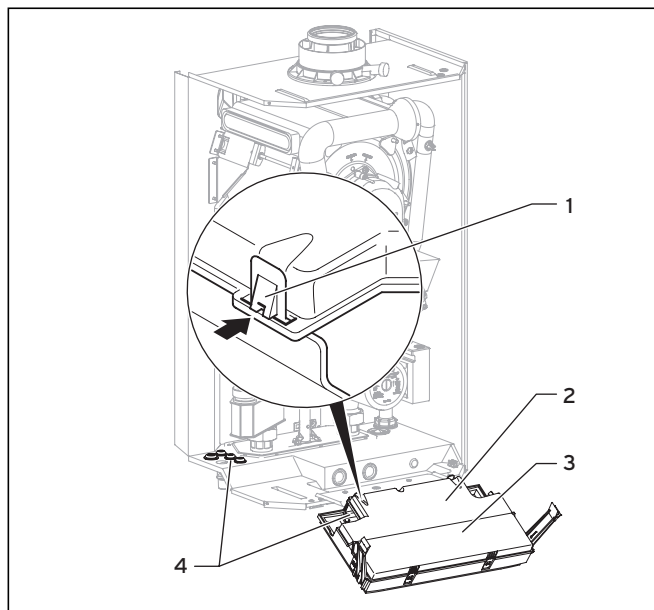

Fig. 5.12 Deschiderea peretelui spate al pupitrului electronic
- Detașați carcasa frontală a aparatului (vezi Cap. 4.8) și rabatați pupitrul electronic (1) spre față (vezi Fig. 5.12).
- Declipsați capacul posterior (2) al pupitrului electronic din punctele (3) și rabatați în sus capacul (vezi Fig. 5.12).
- Treceți conductorii de legătură ai fiecărei componente care urmează să fie conectată prin trecerile speciale pentru cabluri (4) din stânga, la partea inferioară a aparatului (vezi fig. 5.12).